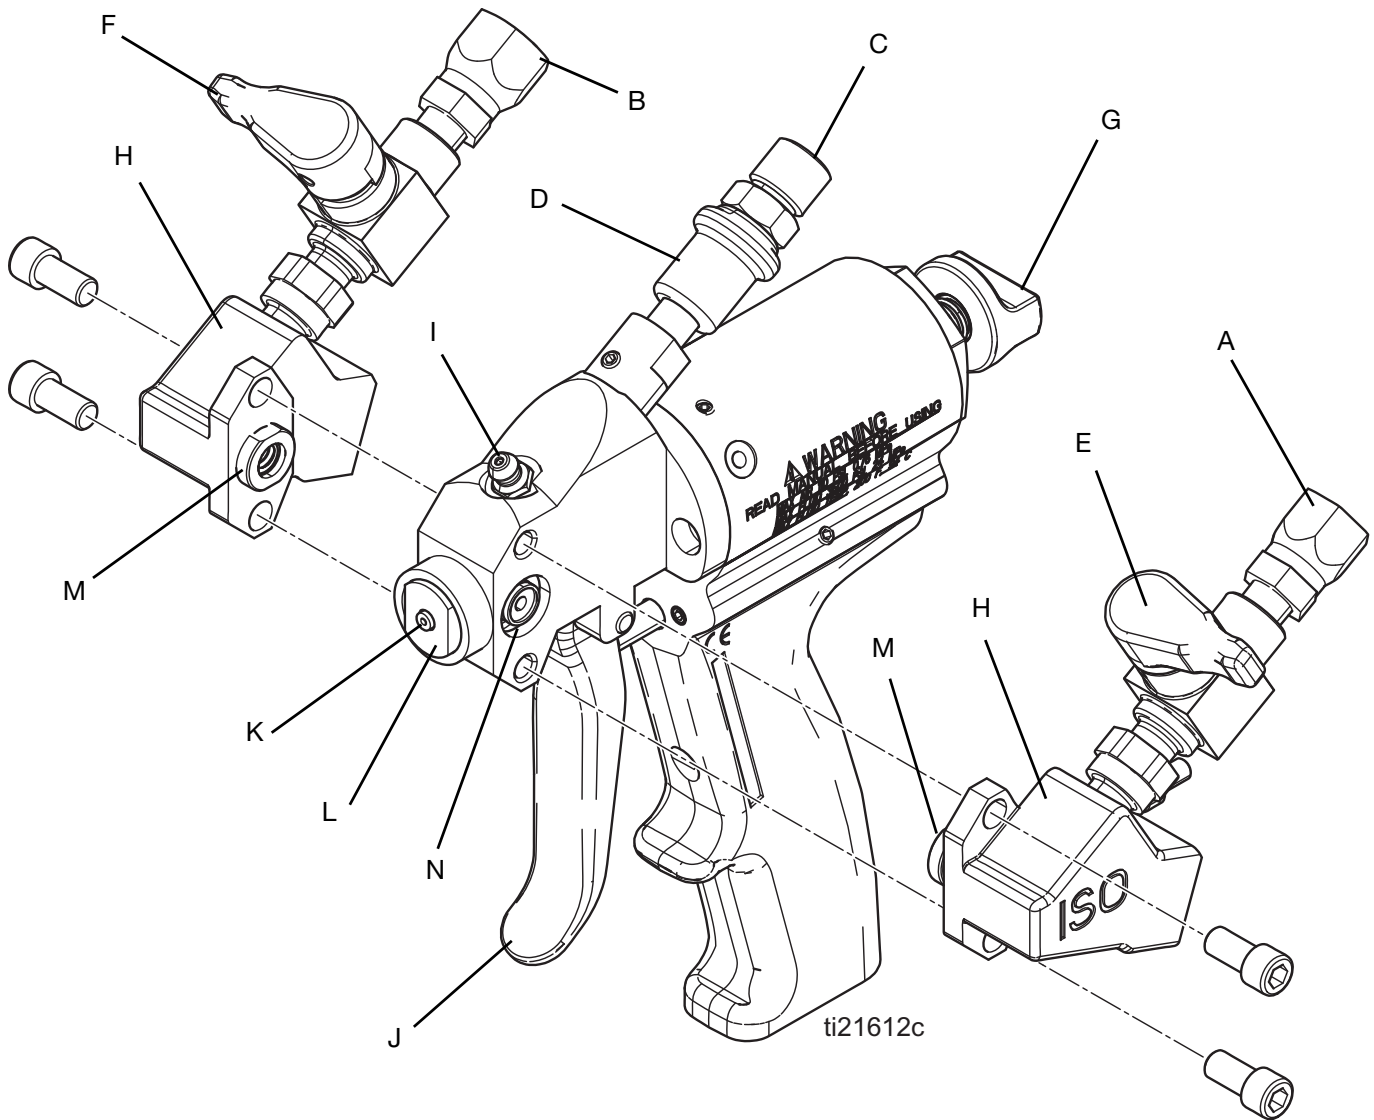

ABB. 1 Probler P2 Komponenten
3. Die Abzugsicherung (G) verriegeln. Siehe **Abzugsicherung**, Seite 12.
4. Den A-seitigen Isocyanat-Schlauch am JIC-ISO-Schlauchanschluss (A) und den B-seitigen Harz-Schlauch am JIC-RES-Schlauchanschluss (B) am P2 anschließen. Siehe ABB. 1, Seite 8.
5. Den 1/4 Zoll-NPS-Luftversorgungsschlauch mit der P2 am Luftversorgungsschlauchanschluss (C) anschließen. Siehe ABB. 1, Seite 8.